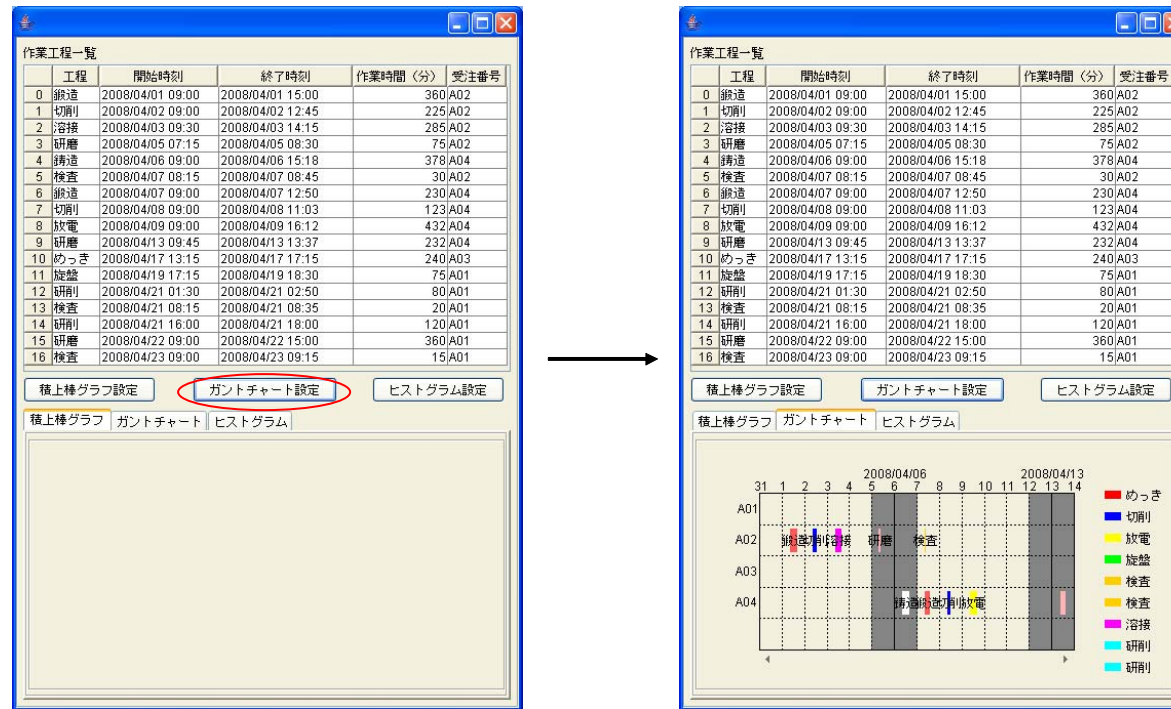
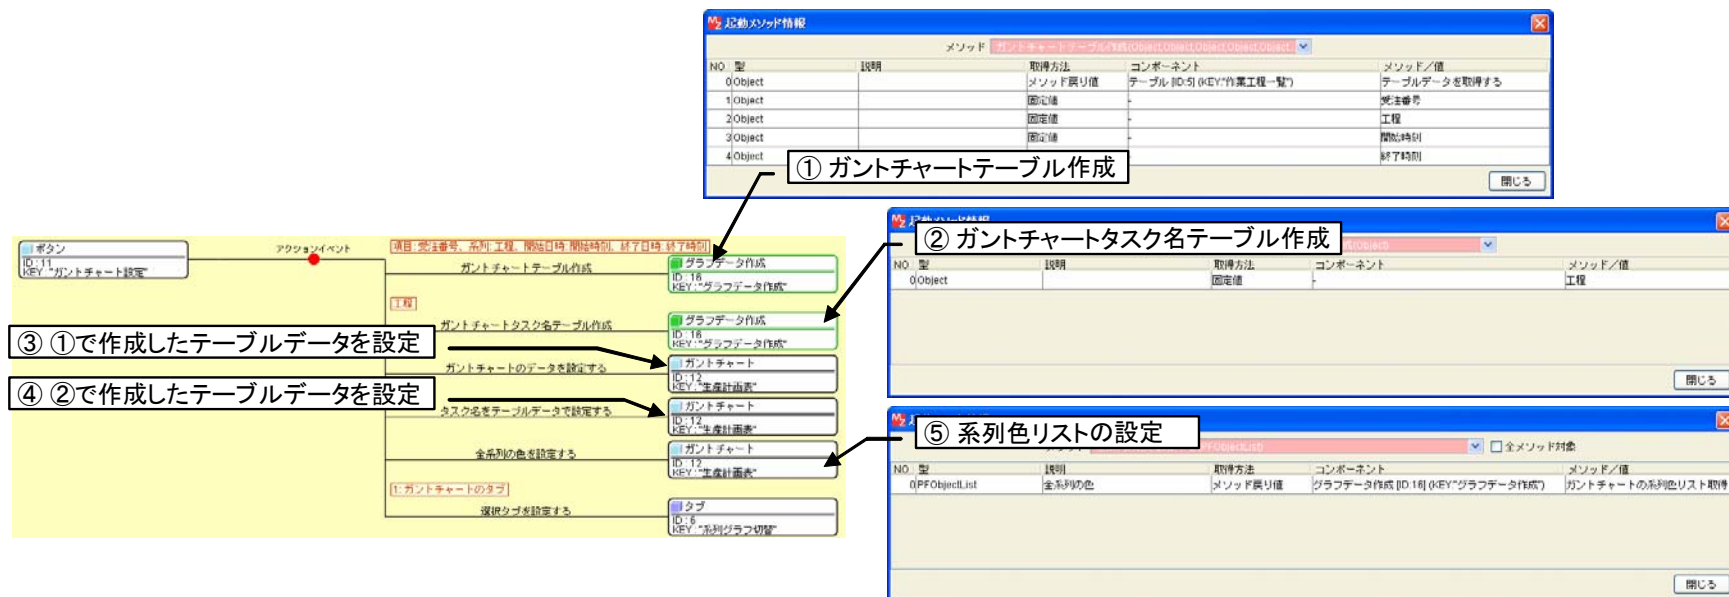

図 4 ガントチャートの作成
図 5 ガントチャート設定部分のコンポーネント接続図
では、この動作がどのように行われているのか、ビルダー上のコンポーネント接続図をたどってみることにしましょう。[ガントチャート設定]ボタンをクリックすると、複合コンポーネントの「ガントチャートテーブル作成(Object, Object, Object, Object, Object)」メソッドを起動し、ガントチャート用のテーブルデータを作成します。第1引数は元となるテーブルデータで、図4で表示されているテーブルのデータです。第2引数が項目軸(縦軸)を与える列名で、この場合は「受注番号」になります。第3引数は、それぞれの項目に含まれる内容を何によって類別するか(系列)を示す列名で、「工程」を指定しています。第4引数が各帯グラフの開始日時、第5引数が終了日時を示す列名で、それぞれ「開始時刻」、「終了時刻」となります(図5①)。次に、「ガントチャートタスク名テーブル作成(Object)」を呼び出し、各帯グラフの名称を指定するためのテーブルデータを作成します。引数は、その名称を与える列名で、この場合は「工程」となります(図5②)。このようにして作成されたガントチャートテーブルおよびタスク名テーブルの各データを、[ガントチャート]コンポーネントに設定します(図5③、④)。そして、系列名(工程)が同じグラフは同じ色になるように、複合コンポーネントから系列色リストを取得し、それを[ガントチャート]コンポーネントに設定します(図5⑤)。